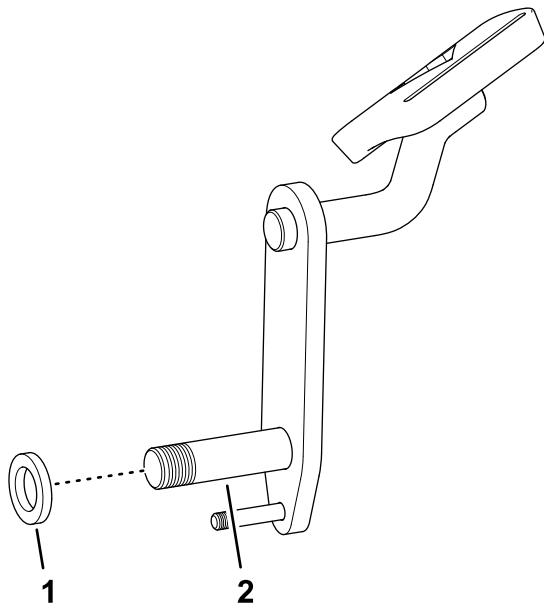

Figura 10
7. Monte o espaçador (5/8 pol. x 1-1/16 pol.) sobre o eixo articulado do pedal de bloqueio (Figura 10).